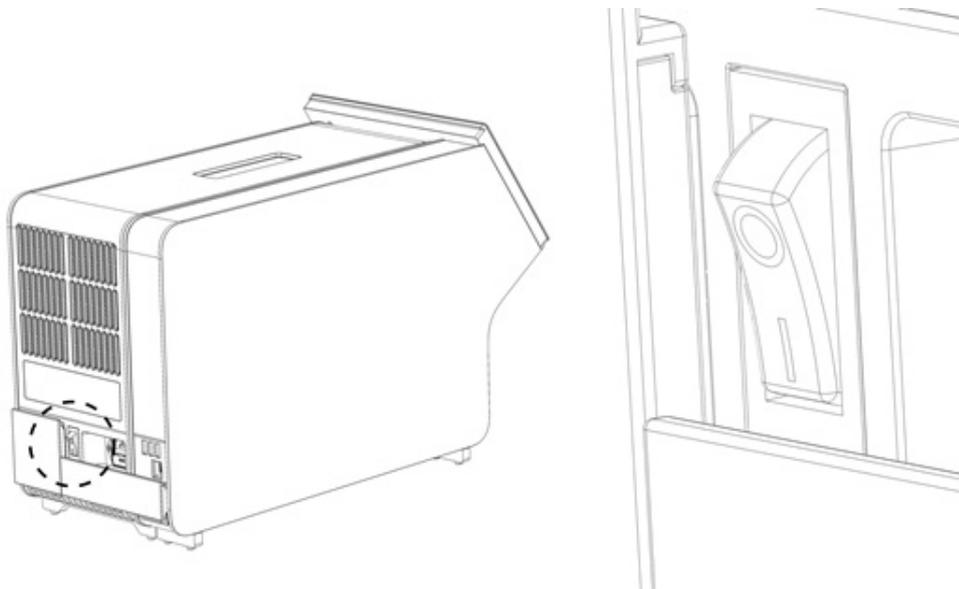

Abbildung 11. Lokalisieren des Netzschalters und Einstellen in die Position „I“.
9. Schalten Sie das Gerät ein, indem Sie den Netzschalter an der Rückseite des Analysemoduls in die Position „I“ stellen (Abbildung 11). Überprüfen Sie, ob die Statusanzeigen am Analyse- und am Betriebsmodul blau leuchten.